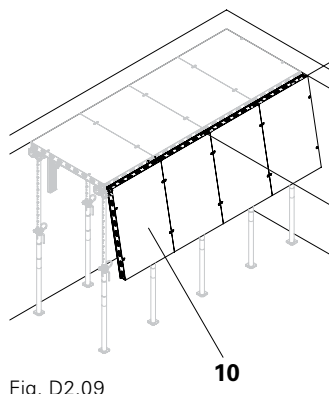

Fig. D2.09
1. Agganciare i pannelli DP (10). (Fig. D2.09)